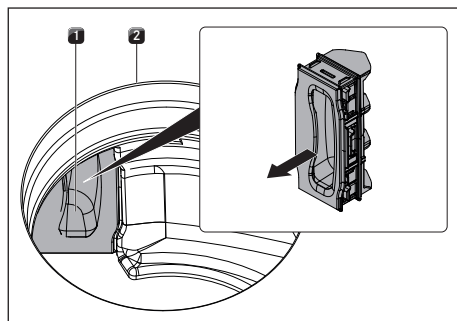

Fig. 8.4 Retirar la trampilla para el cambio del filtro
- ▶ Desde el interior de la abertura de entrada, tire de la trampilla para el cambio del filtro para sacarla por la abertura de la carcasa del filtro (sobre cómo retirar la trampilla para el cambio del filtro, véase fig. 8.4).